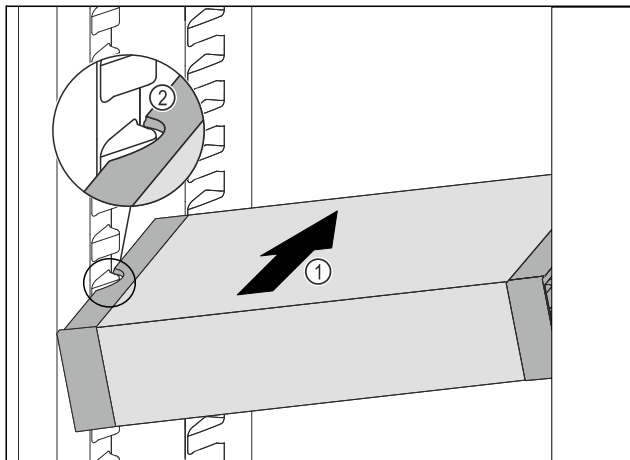

Fig. 200
- Εισάγετε το VarioSafe λοξά στο τμήμα συντήρησης Fig. 200 (1), μέχρι οι πλευρικές εσοχές Fig. 200 (2) του VarioSafe να βρίσκονται στο ύψος της ραβδωτής επιφάνειας του δοχείου στο τμήμα συντήρησης.